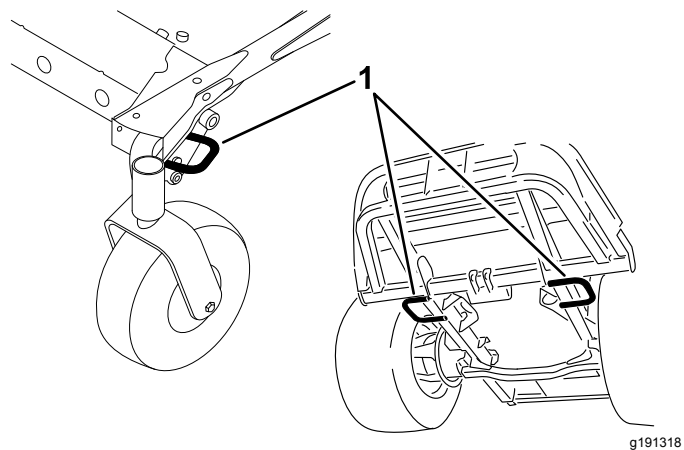

Рисунок 26
5. Используйте скобы для фиксации на машине для надежного крепления машины к прицепу или грузовому автомобилю с помощью стропов, цепей, троса или канатов (Рисунок 26).